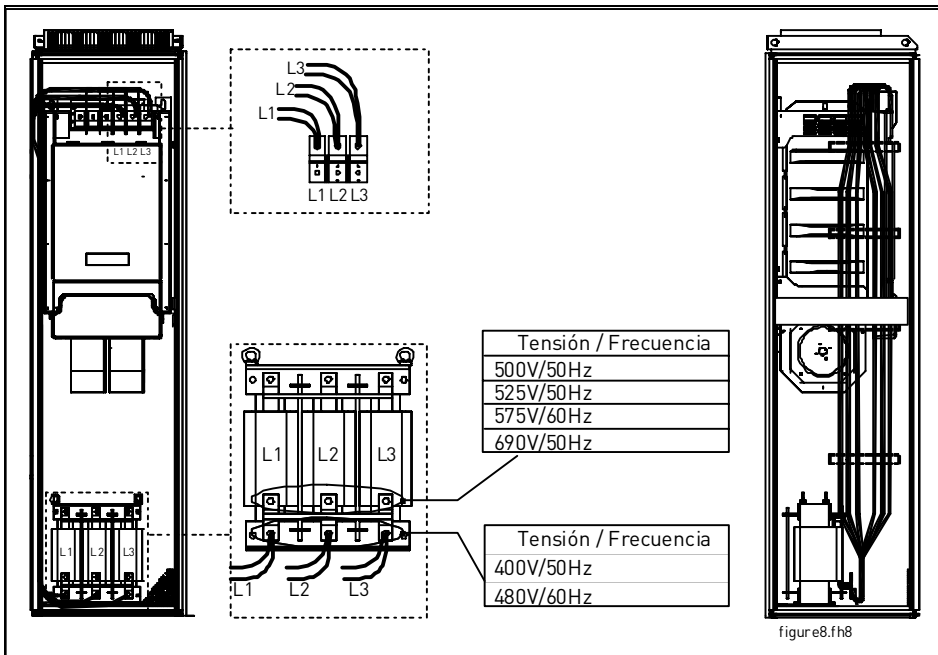

Figura 14. Conexión de los cables de alimentación entre la reactancia de CA y la unidad de potencia
- B = Distancia mínima desde la parte superior de la caja, este espacio es necesario para los cables de alimentación (véase Figura 14).
Conecte los tres cables de alimentación, de acuerdo con la Figura 14, a los terminales de salida de la reactancia de alterna y los terminales de entrada del módulo de potencia. Se recomienda utilizar cables diseñados para 90°C. Conecte el cable L1 desde el terminal L1 de la reactancia de CA al terminal de entrada L1 del módulo de potencia, el cable L2 al terminal L2 y el cable L3 al terminal L3.